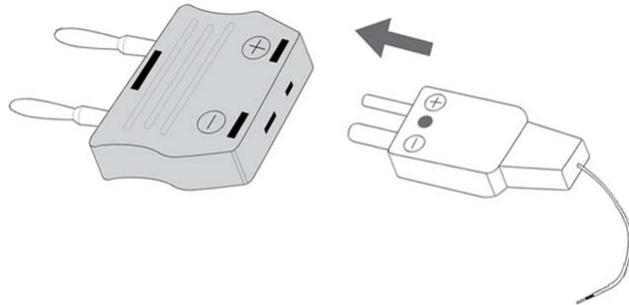

Abbildung 2-13 Anschließen der Wärmesonde am Übertragungsadapter ohne Ausgleich
- 2 Schließen Sie die Minitemperatursonde am Übertragungsmodul ohne Ausgleich an, wie in Abbildung 2-13 gezeigt.